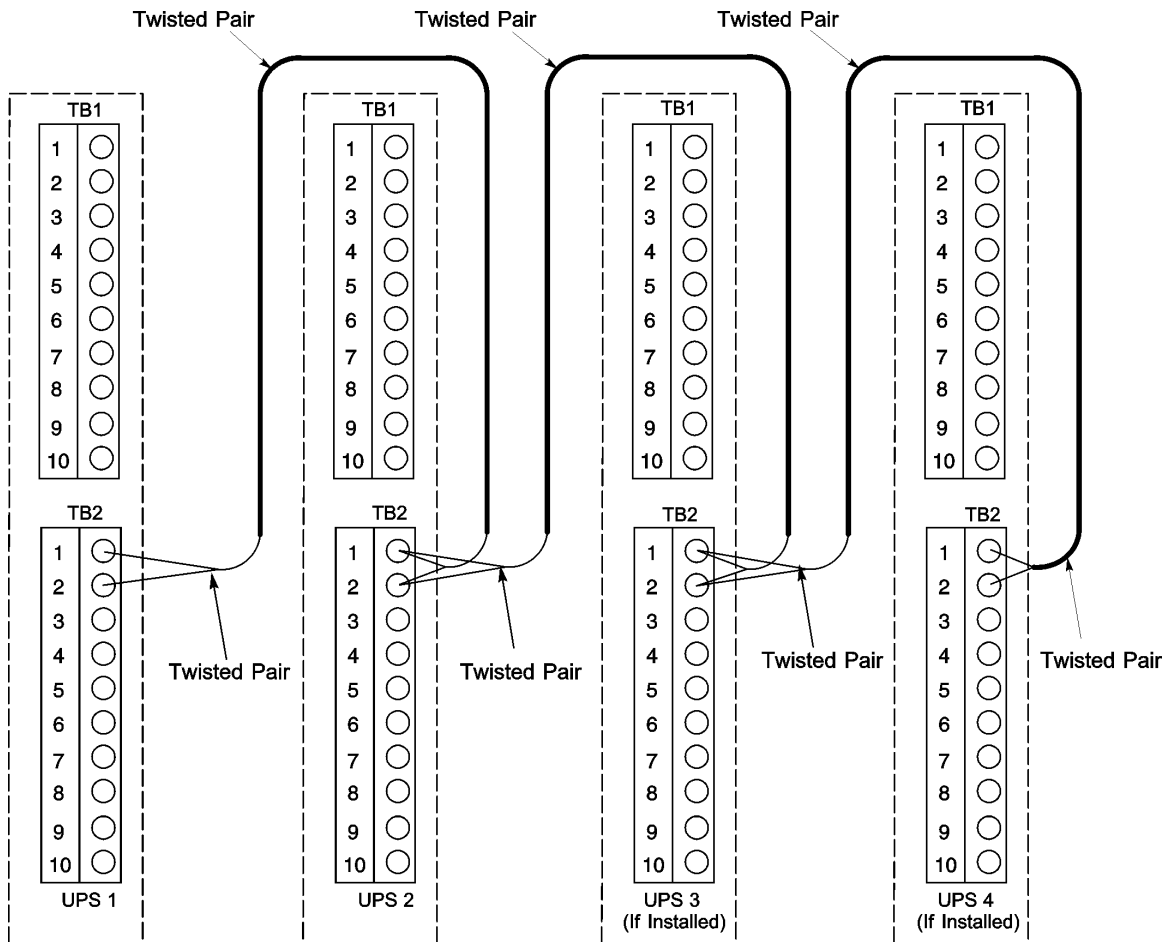

Abbildung5-5. Steckbare Kabelverbindungen im verteilten Bypass-System ohne MOBs
9. Verlegen und installieren Sie die steckbare Verkabelung des verteilten Bypass-Systems zwischen den USV-Schränken. Informationen zur Verkabelung finden Sie unter Abbildung 5-5 und Tabelle 5-3 auf Seite 54.